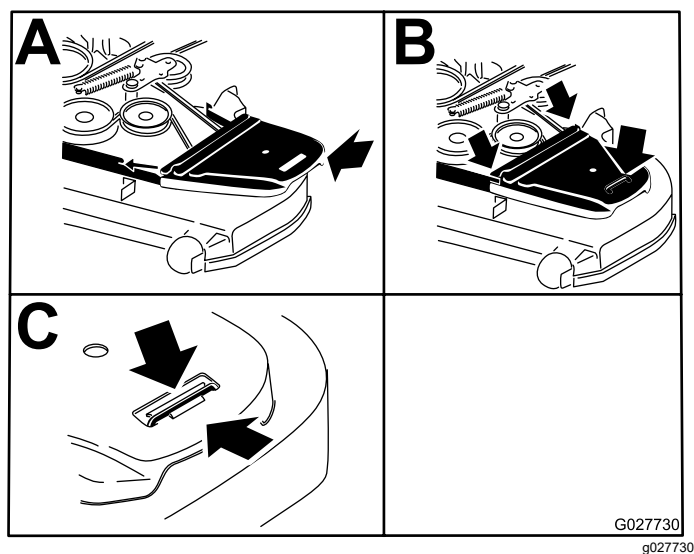

Рисунок 92
- Установите крышки ремней (**Рисунок 92**).